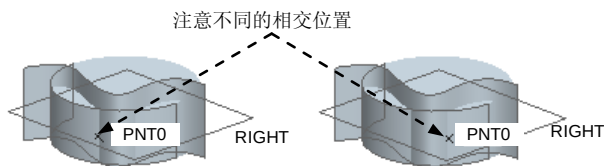

图 3.1.14 创建的交点
(1) 如果三个曲面有两个或两个以上的交点，对话框中的 **下一相交** 按钮将变亮（图 3.1.13），单击该按钮，系统则在另一相交处创建该基准点，如图 3.1.14 所示。